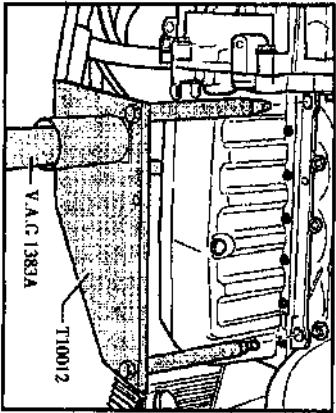

图 1-2 V·A·C1383A 的安装
- (8) 拆卸中间及左、右隔音板。
- (9) 排放冷却液, 拔下散热器冷却液软管。
- (10) 拔下变速器、发电机及起动机上的所有导线并将其置于一旁。
- (11) 拆下前排气管。
- (12) 拆下多楔皮带。
- (13) 拧下助力转向压力管固定长箍。
- (14) 拧下助力转向叶片泵并将其放置一旁, 软带仍连着。
- (15) 拔下发动机上所有导线并放置一旁。
- (16) 拆下右驱动轴, 从变速器上拧下左驱动轴。
- (17) 拆下空调压缩机。
- (18) 将带紧固螺母和螺栓 M10 × 25/8.8 的 T10012 以 40N·m 拧到发动机缸体上, 如图 1-2 所示。用 V·A·C1383A 轻轻抬起发动机和变速器。